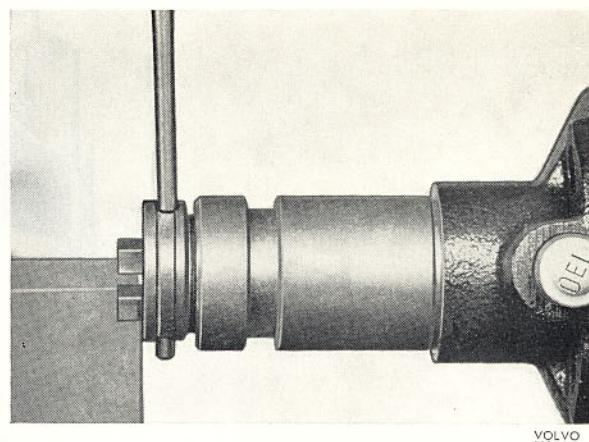

Bild 107. Demontering av medbringare
4. Ta bort fjäderringen och märk upp hur medbringaren sitter i förhållande till fördelaraxeln. Slå ut stiftet, bild 107, lyft av medbringaren och dra upp fördelaraxeln.